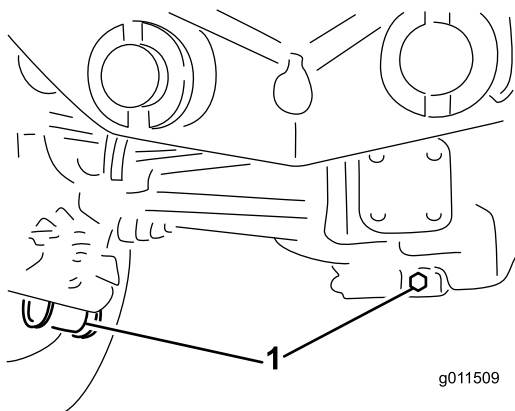

Figura 94
2. Limpe a zona em redor dos 3 tampões de escoamento, 1 em cada extremidade e 1 no centro (Figura 94).